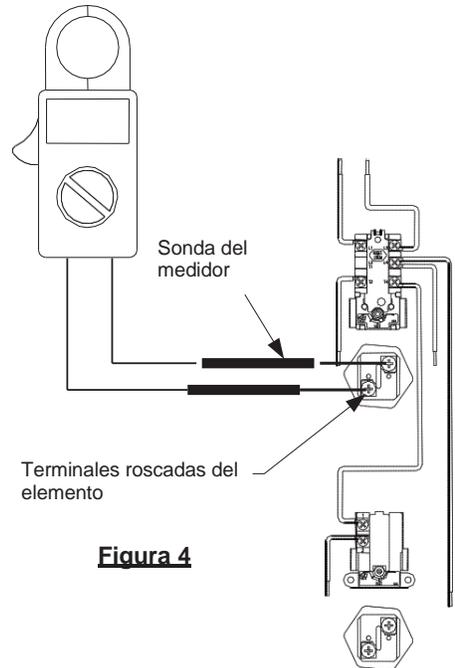

Figura 4
Paso 5. Ponga en contacto las sondas del multímetro con los terminales de los elementos calentadores (consulte la figura 4).